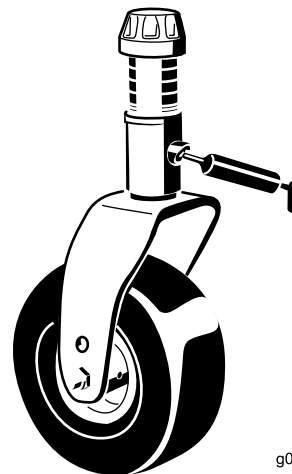

Figura 65
- Casquilhos do eixo da forquilha da roda giratória (2) (Figura 65)